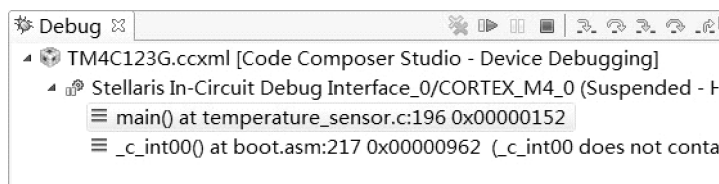
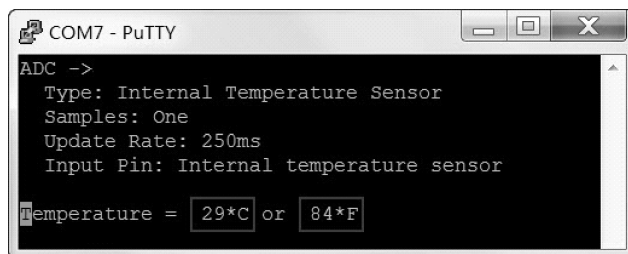

图 4-12 将编译生成的 .out 文件下载到 EK - TM4C123GXL 板中
图 4-13 内部温度测试结果
3) 编译 temperature_sensor 工程，将生成的 .out 文件下载到 LaunchPad (EK - TM4C123GXL) 板中，如图 4-12 所示。
4) 单击图 4-12 中的运行按钮 ，启动代码在 EK - TM4C123GXL 板中运行，打开 PuTTY 观察到的测试结果如图 4-13 所示。